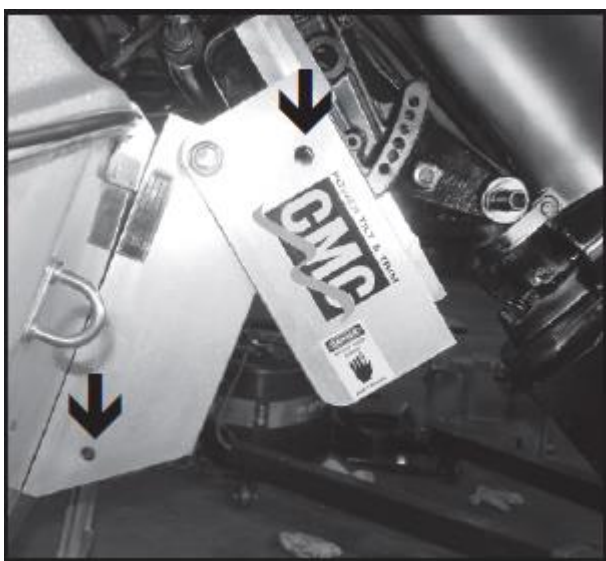

Рис. 33
6. Запустите гидроподъемник до тех пор, пока стержень полностью не выдвинется, или гидроподъемник не окажется в полностью поднятом положении (Рис. 33). Снимите пробку заливной горловины.
Для того чтобы провести процедуру снятия актуатора, вам следует воспользоваться оправкой (пруток от 1/2" до 7/16") и вывести наружу пружинные штифты. (Рис. 33) Один из пружинных штифтов расположен на верхней части актуатора, а второй на его нижней части.